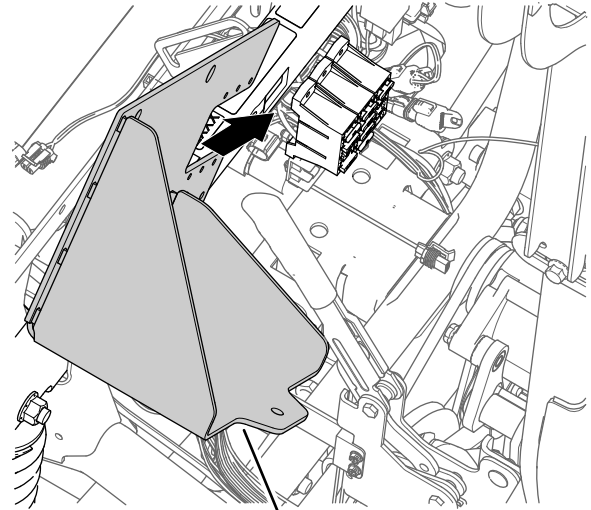

Figura 175
1. Alinee el nuevo soporte de la batería con el tubo del sujeción del amortiguador y los bloques de fusibles (Figura 175).